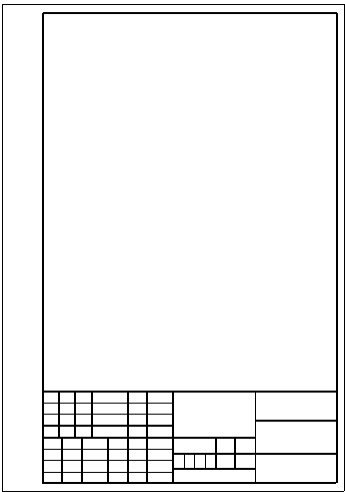
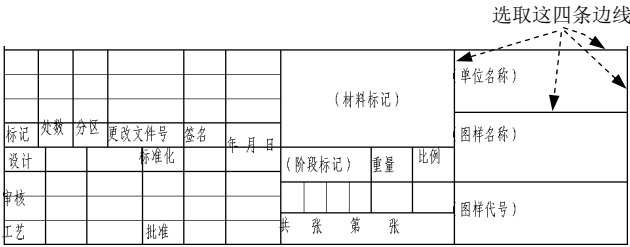
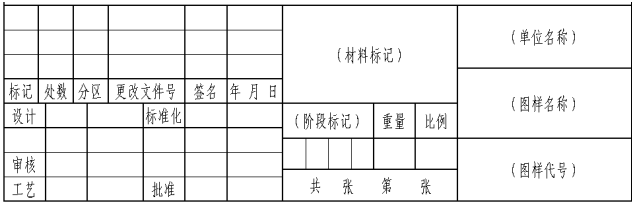

图 3.3.7 隐藏尺寸标注
图 3.3.8 添加注释
图 3.3.9 对齐注释文字
Step6. 隐藏尺寸标注。选择下拉菜单 **视图(V)** → **隐藏/显示(H)** → **注解(A)** 命令，光标变为  状态，依次选取图纸上的所有尺寸，此时被选中的尺寸标注颜色变浅，按下 Esc 键，尺寸标注全部隐藏，如图 3.3.7 所示。
(1) 选择命令。选择下拉菜单 **插入(I)** → **注解(A)** → **A 注释(N)** 命令，系统弹出“注释”对话框。
(2) 选择引线类型。单击 **引线(L)** 区域中的“无引线”按钮 .
(3) 创建文本。在图 3.3.7 所示的标题栏中创建图 3.3.8 所示的注释文本，确认字高为“3.5”。
Step8. 调整注释文字。选取注释“(单位名称)”并右击，在弹出的快捷菜单中选择 **捕捉到矩形中心(C)** 命令，再选取图 3.3.8 所示的四条边线，系统自动将选取的注解调整到四条边线组成的矩形中心；以同样的方式设置其他注释，完成调整后如图 3.3.9 所示。